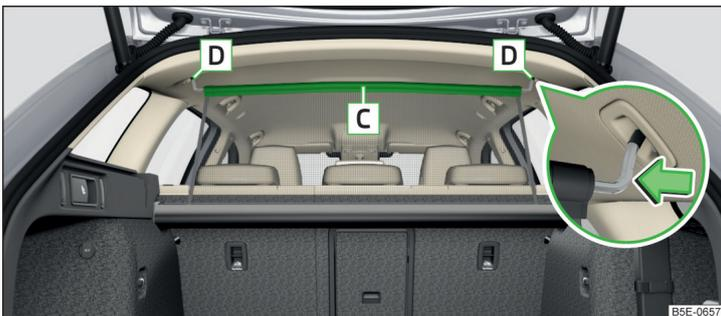

Abb. 130 Korrekt gesicherte Netztrennwand hinter den Rücksitzen im herausgezogenen Zustand
- › Die Netztrennwand an der Querstange **C** herausziehen und in eine der Aufnahmen **D** einhaken » Abb. 130.
- › Auf die Querstange drücken und aus den Aufnahmen **D** » Abb. 130 erst auf der einen, dann auf der anderen Seite herausnehmen.